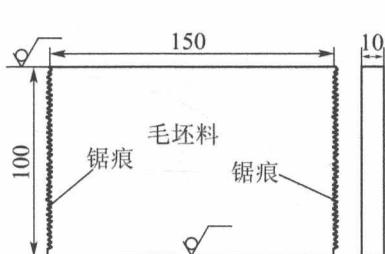
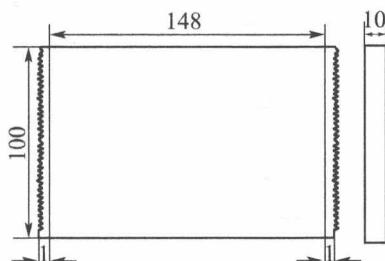

图 1-1-1 毛坯料
图 1-1-2 成品
材料：A3 钢板 $150 \times 100 \times 10$ (长 \times 宽 \times 厚, mm), 如图 1-1-1 所示。
画两条直线，要求线条清晰，图形正确，如图 1-1-2 所示。
- (1) 你能看懂图 1-1-1 和图 1-1-2 吗？
- (2) 你想到可以用什么方法划线吗？
- (3) 你知道划线的作用和精度吗？